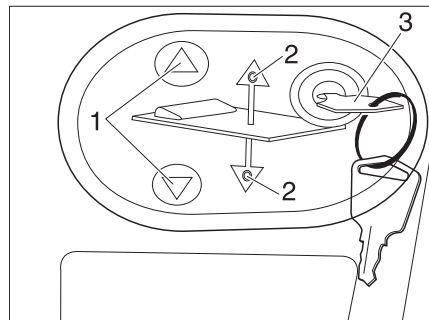

Bild 125 Bedienpanel für elektrisches Hubbett
- Schlüssel (Bild 125, 3) in das Bedienpanel (Bild 125, 2) stecken.
- Auf Taste  oder  (Bild 125, 1) drücken und gedrückt halten. Die jeweilige LED (Bild 125, 2) leuchtet und das Hubbett senkt oder hebt sich.
- Wenn die gewünschte Position erreicht ist, Taste  oder  (Bild 125, 1) wieder loslassen. Die jeweilige LED (Bild 125, 2) erlischt.
- Schlüssel (Bild 125, 3) abziehen.